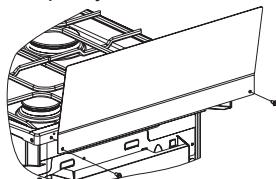

рис. 1
■ Модели плит, не имеющие крышки стола, комплектуются щитком, который закрепляется перед установкой плиты (рис.1).
■ **Установка щитка** на плиту модели GM341 001 Установку щитка производить путем крепления к столу двумя винтами и гайками (см. рис. 1). Винты и гайки для крепления щитка находятся в пакете с комплектующими.